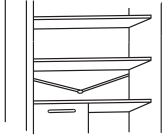

Fig.19
- Conserve limpio el conducto de drenaje del agua (fig. 19) de la parte frigorífico, para evitar la presencia de agua en su interior.